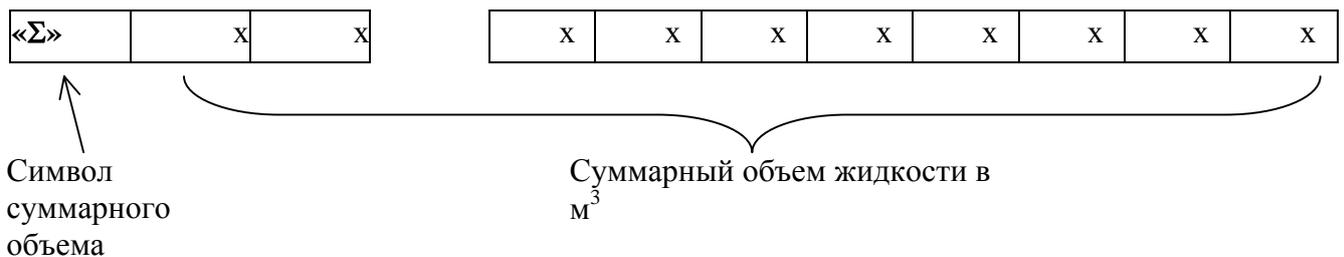

Рис. 7. Отображение суммарного объема стоков
1.5.1.3. При выборе пункта меню «Суммарный объем жидкости» на индикатор БИТТ-01 выводится информация, как показано на рис. 7.